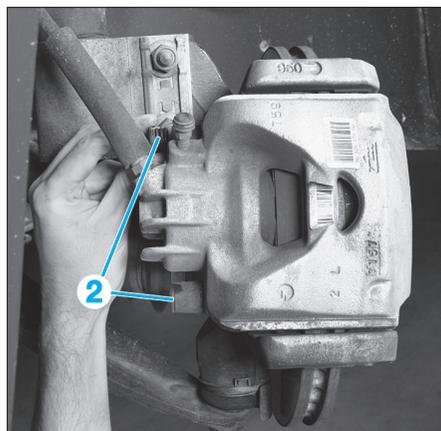

Fig. 11
- Déposer les obturateurs (2) des vis de colonnettes (Fig.11).